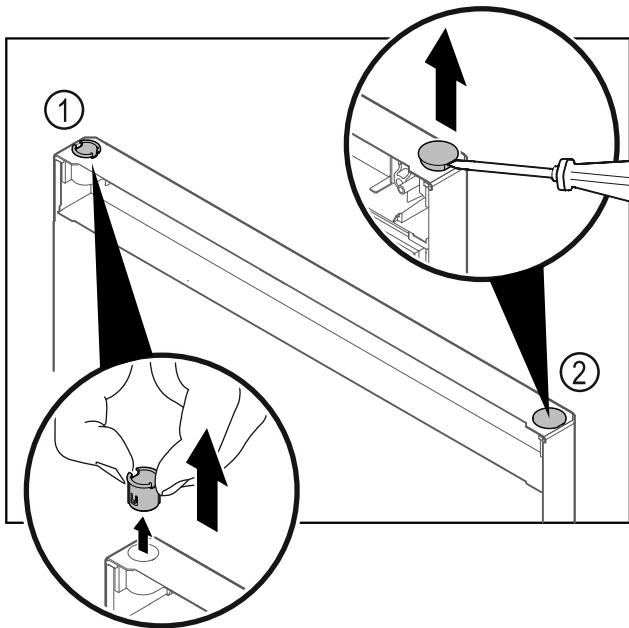

Fig. 27
- ▶ Scharnierbus Fig. 27 (1) met de vingers eruit trekken.
- ▶ Afdekstop Fig. 27 (2) voorzichtig met een sleufschroevendraaier optillen en eruit trekken.